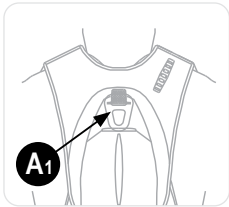

Figura 17
- Conecte la carabina del cordón de absorción de energía en el punto de sujeción del sistema anticaídas marcado **A1** (consulte la figura 17). **A1** es el único punto de sujeción que accionará la función de rescate del MSA PRD.